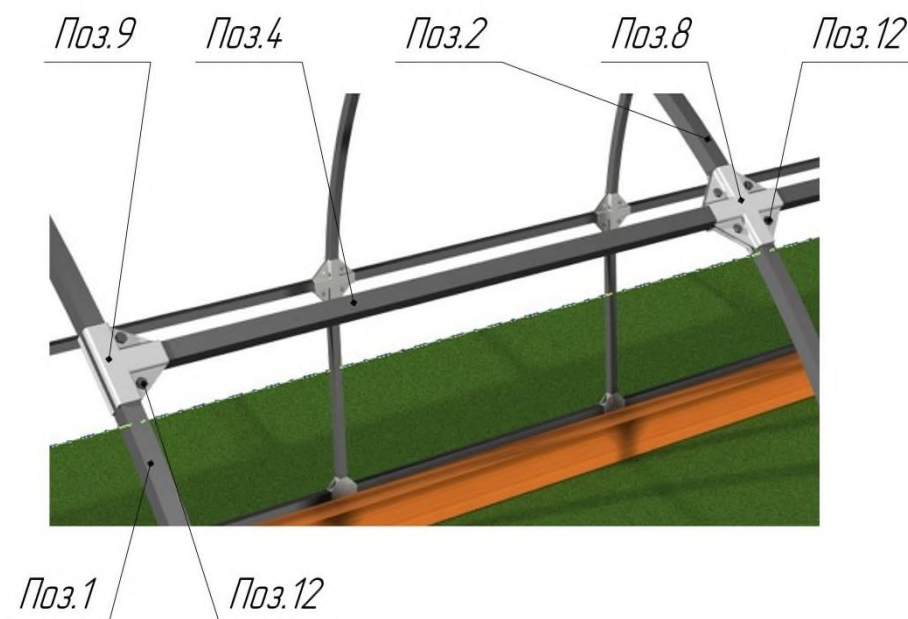

Рис.11 Монтаж полудуг на брус
7. Соединить обе полученные конструкции стяжкой (**Поз.4**) путем вставки поочередно обоих ее торцов в крепление-спайдер «Х-образный» (**Поз.8**) и крепление-спайдер «Т-образный» (**Поз.9**) с последующей затяжкой (рис.11).